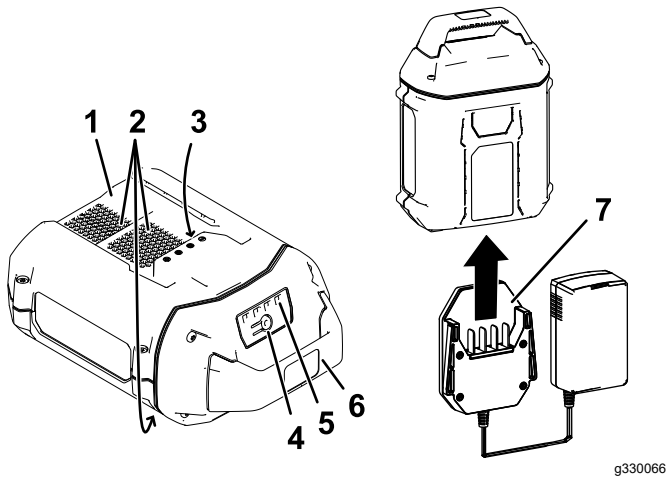

Figura 12
2. Alinee el cargador con el hueco de la parte trasera de la batería (Figura 12).
3. Introduzca el cargador en la batería hasta que esté completamente asentada (Figura 12).